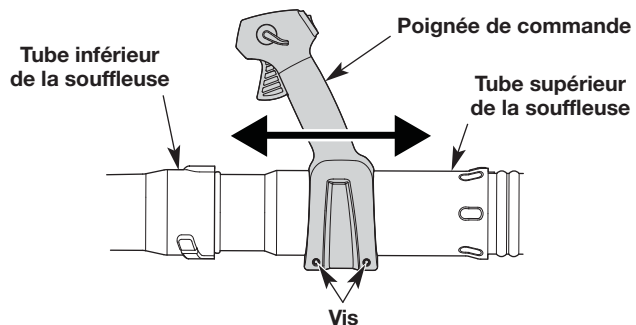

Fig. 6
1. Déplacez la poignée de commande à l'endroit sur le tube supérieur de la souffleuse qui fournit la meilleure adhérence (Fig. 6).
2. Au moyen d'un tournevis Torx T-20®, serrez les deux vis de la poignée de commande jusqu'à ce que la poignée de commande soit bien sécurisée (Fig. 6).